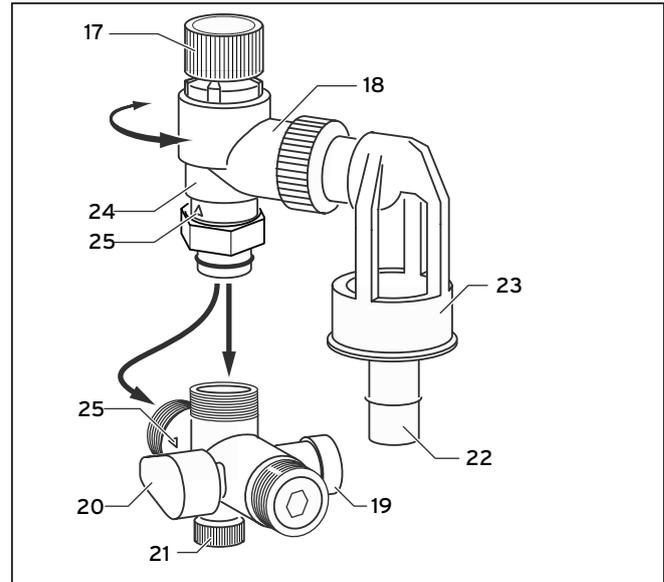

Fig. 4.5 Groupe de sécurité (11)
Vérifiez le bon fonctionnement de la soupape de sécurité une fois par an ainsi qu'à chaque mise en fonctionnement (24, voir fig. 4.5) :
- Tournez la poignée d'aération (17, voir fig. 4.5) dans le sens de la flèche située sur la poignée. Cela doit entraîner un flux d'eau dans l'entonnoir (23, voir fig. 4.5). La soupape de sécurité (24) est alors à nouveau étanche.
- Fermez le robinet d'arrêt (20, voir fig. 4.5).
- Dévissez le bouchon de contrôle (19, voir fig. 4.5).